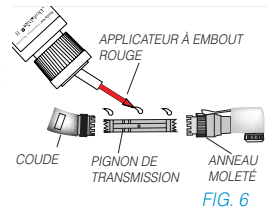

FIG. 6
- Déposez une goutte de DentaLube II dans les deux joints du pignon de transmission entre le pignon et le logement du pignon, ainsi qu'une goutte de DentaLube II dans le trou au centre du logement du pignon. Faites pivoter les pignons pour permettre au DentaLube II de se répandre dans les roulements à billes. Appliquez une légère couche de DentaLube II sur les dents du pignon. (Fig. 6)